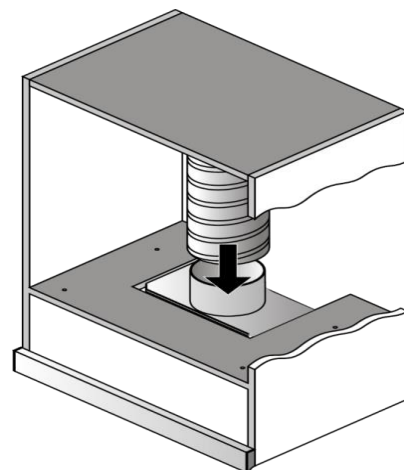

Рис.10
8.7 Угольные фильтры (**покупается отдельно**), которые используются при режиме рециркуляции **следует замещать каждые 3 - 6 месяцев** в зависимости от эксплуатации вытяжки. Фильтры устанавливаются на **Т-образном** штыре крышки турбовентилятора путем осевого поджима и поворота по часовой стрелке (рис. 10).